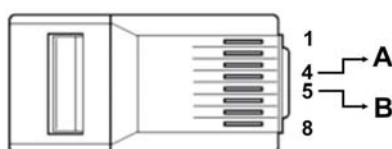

Рис. 5. Схема подключения вилки RJ45
- 3. Разъем «RS-485 IN»** - разъем RJ45 8p8c предназначен для подключения пульта к линии связи RS-485 с предыдущим устройством. Требуемая схема подключения вилки RJ45 показана на Рис.5
- 5. Разъем «RS-485 OUT»** - разъем RJ45 8p8c предназначен для подключения пульта к линии связи RS-485 с последующим устройством. Схема подключения разъема показана на Рис.5
- 1) Проложите линию связи RS-485 между пультом и контроллером (предыдущим пультом или другим устройством). Линия должна быть выполнена самостоятельным кабелем типа «витая пара» (UTP CAT5). **ВНИМАНИЕ:** Запрещается использовать данный кабель для передачи каких-либо других сигналов. Рекомендуется, чтобы у пульта, была установлена розетка RJ45, к которой была бы подключена проложенная линия связи RS-485, а подключение пульта к розетке выполнено гибким соединительным кабелем (патч-кордом). В случае, если кабель линии связи подключается непосредственно к пульту, он должен быть оконцован вилкой RJ45 в соответствии с Рис. 5